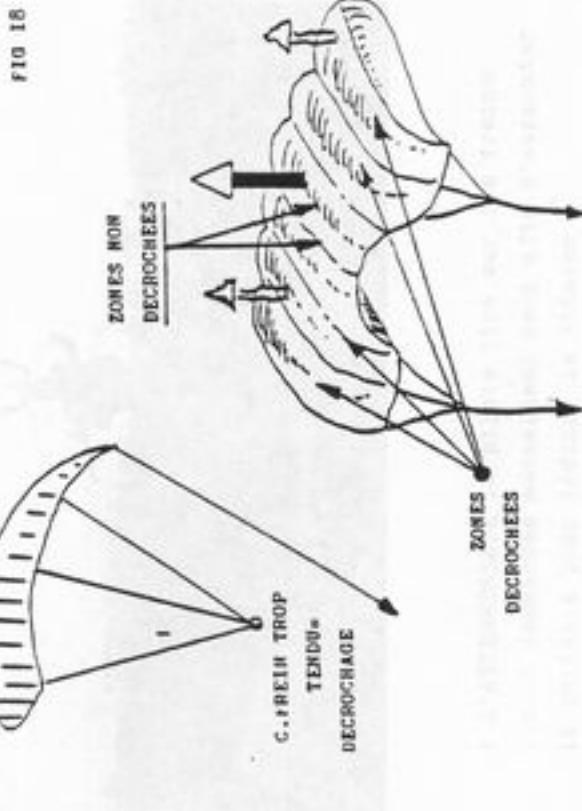

FIG 18
- ATTENTION : plus on tire les freins, et plus la portance augmente et plus la vitesse diminue. C'est bien mais comme dans toute bonne chose, il y a une limite. Au delà d'une certaine valeur, nous allons décrocher l'aile, puisque qu'elle possède un profil, elle se comporte comme toutes les autres, Figure 18.